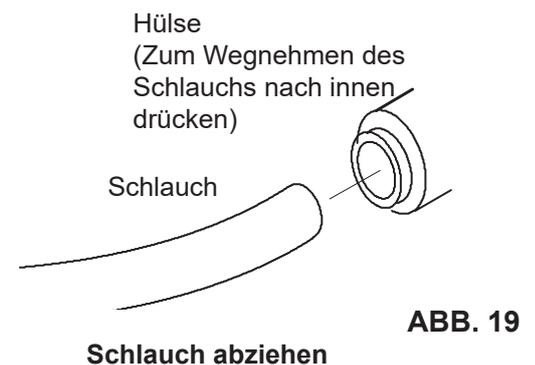

ABB. 19
1. Die Hülse mit dem Fingernagel in das Fitting drücken. Siehe Abb. 19.
2. Bei eingedrückter Hülse den Schlauch abziehen. Siehe Abb. 19.